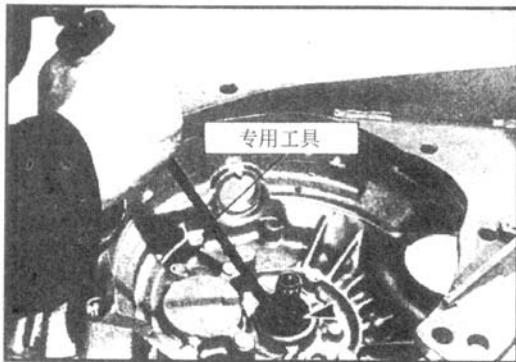

图 4-59 拆卸输入轴油封
- (1) 拆下输入轴油封时，不必把变速器总成分解。
- (2) 用专用工具，按图 4-59 箭头方向拆下输入油油封。